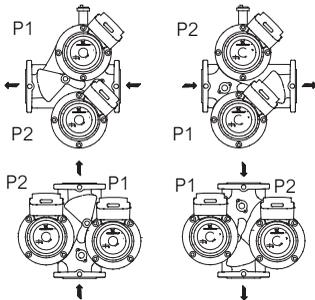

图5 双头水泵，流动方向
对于安装在水平管里的双头水泵，在水泵外壳的上部分安装一个自动排气阀。见图5。
- 图5：待机运行，泵2作为工作泵，泵1作为备用泵。